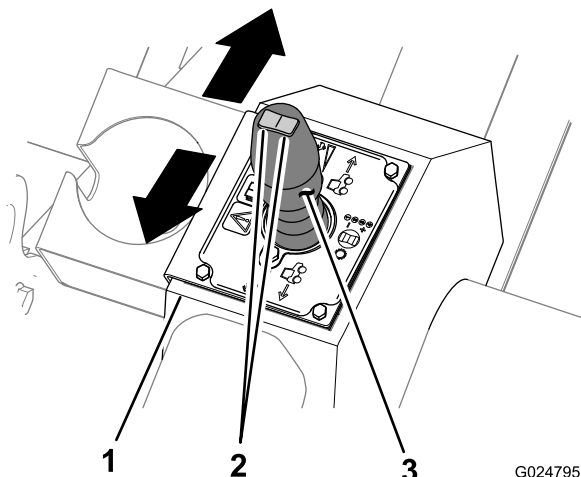

Figura 14
Durante lo scavo di fossi, l'uso dell'aratro o le perforazioni, utilizzate il joystick di trazione veicolo per modificare la direzione di marcia e la velocità della macchina (Figura 14). Più spostate il joystick in una direzione o nell'altra, più velocemente si sposterà la macchina in tale direzione.
- Spostate il joystick di trazione veicolo in avanti per far procedere la macchina in avanti (Figura 14).
- Spostate il joystick di trazione indietro per far procedere la macchina all'indietro (Figura 14).
- Spostate il joystick di trazione al centro (folle) per arrestare la macchina (Figura 14).
L'interruttore di cambio delle marce si trova sopra il joystick di trazione veicolo (Figura 14) ed è utilizzato per selezionare la marcia.